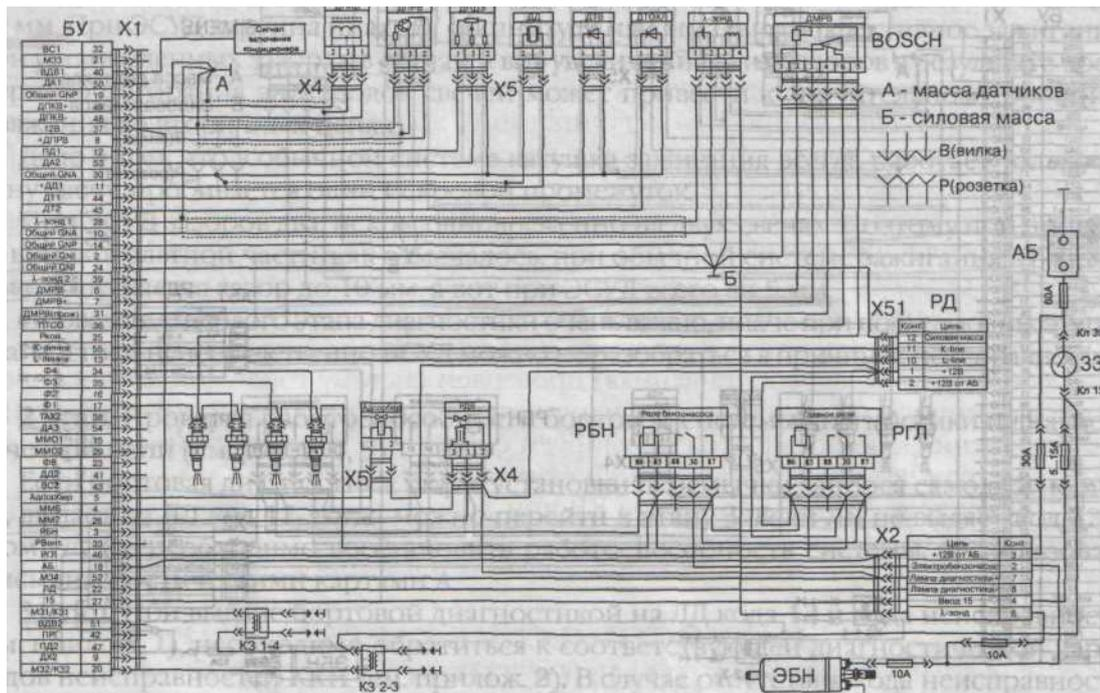

Рис. 4. Схема соединений элементов системы управления двигателем ЗМЗ-4062.10 (с нитяным ДМРВ)
При включении зажигания и неработающем двигателе диагностическая лампа (ДЦ) должна загораться на короткое время и погаснуть. Это говорит о том, что она исправна, а БУ готов к функционированию. Напряжение на первый (7-й, рис. 4, 5) контакт лампы поступает после включения БУ главного реле (РГЛ). БУ соединяет второй (8-й, рис. 4, 5) контакт лампы с «массой».
1. Если лампа неисправна, горит неярко при подаче соответствующей команды с диагностического прибора, то следует проверить заземление провода 14 (4), электрический контакт с «массой», точка Б (см. рис. 4, 5).
Двигатель оснащен бесконтактным распределением высокого напряжения по отдельным цилиндрам благодаря применению двухвыводных катушек зажигания (КЗ). Одна из них работает на 1 и 4 цилиндры, другая - 2 и 3 цилиндры. Первичная обмотка КЗ (рис. 4,5) не соединена со вторичной обмоткой. Управляющая цепь состоит из выходного ключа БУ, первичной обмотки КЗ и соединительных проводов. Вторичная цепь состоит из вторичной обмотки КЗ, высоковольтных проводов и свечей зажигания. Для проверки искры необходимо воспользоваться разрядником с искровым промежутком 4...5 мм.
1. Наличие напряжения на проводах 65 (К) и 66 (К) и на соответствующих клеммах катушек при включенном зажигании (рис. 4, 5).
Карта Б-4. Признак использования: проверка главного реле (РГЛ) и силовой цепи. При включенном зажигании напряжение подается на контакты 27 и 37 БУ (см. рис. 4, 5). На контакт 18 напряжение подается непосредственно с АБ. **Проверяем** (последовательность действий):
БУ имеет возможность подключения к внешнему диагностическому устройству или компьютеру через диагностический разъем (колодку) (см. рис. 2). Схемы электрических соединений, цоколевка разъема представлены на рис. 4, 5, 7. Описание контактов БУ дано в таблице.